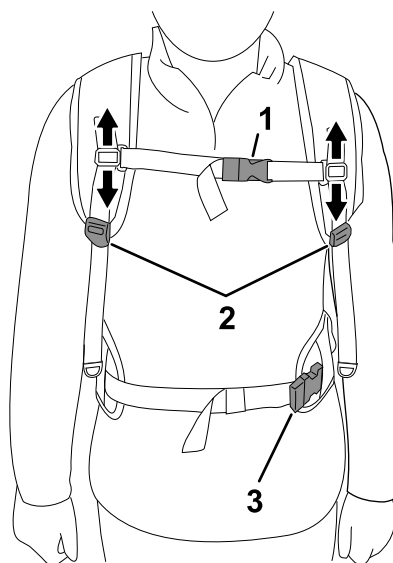

Figura 9
1. Flettetevi all'altezza della vita e indossate i cinturini per le spalle, in modo tale che lo zaino rimanga in una posizione confortevole sulla vostra schiena; collegate e serrate la fibbia della cinghia per i fianchi in modo tale che rimanga in posizione (Figura 8 e Figura 9).